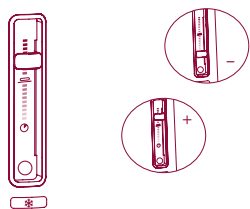

Abb. 4
- 2 Stellen Sie den Röstgradwahlschalter auf den gewünschten Röstgrad ein. Wenn Sie den Röstgradwahlschalter nach unten stellen, erhalten Sie eine kürzere Röstzeit. Nach oben wird die Röstzeit verlängert (Abb. 4)